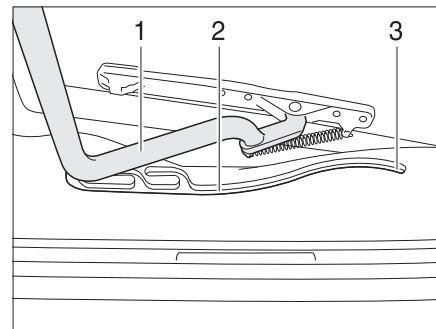

Fig. 87 Claraboya Heki, guía
- Tirar la horquilla (Fig. 87,1) en las guías (Fig. 87,2) hasta la posición trasera final (Fig. 87,3).
- Empujar el estribo (Fig. 87,1) ligeramente hacia arriba con ambas manos.
- Tirar el estribo en las guías (Fig. 87,2) hasta la posición deseada.